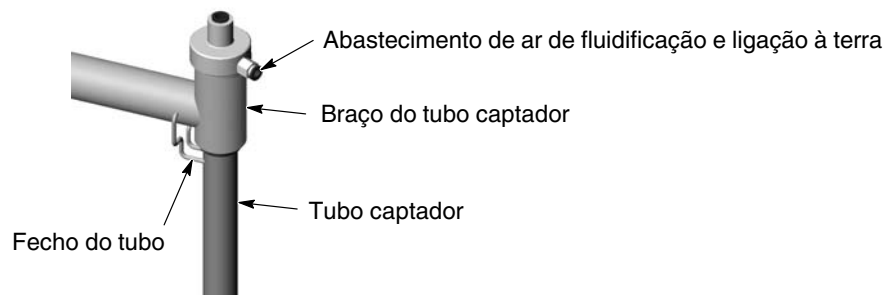

Figura 4-1 Utilização do suporte do tubo captador
1. Consulte a figura 4-1. Levante o tubo captador e desloque o fecho do tubo para baixo, colocando-o sob a extremidade do tubo captador, para o segurar em posição no braço.